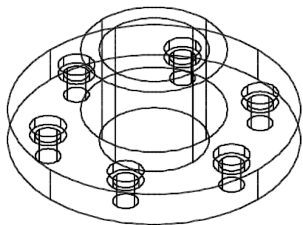

图 14-30 “组合”圆筒示例
8) 选择“编辑”面板→“并集”命令, 选择  $\phi 80$  大圆柱和  $\phi 40$  圆柱; 然后选择“编辑”面板→“差集”命令, 选择  $\phi 80$  大圆柱为从中删除对象, 选取 6 组沉孔小圆柱和  $\phi 30$  圆柱为被删除对象。结束命令如图 14-30 所示。